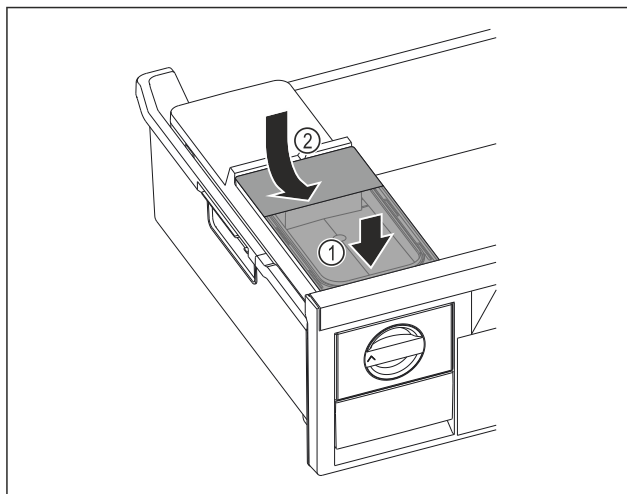

Fig. 72
- ▶ Установите бак для воды спереди Fig. 72 (1)
- ▶ Опустите бак для воды сзади Fig. 72 (2)